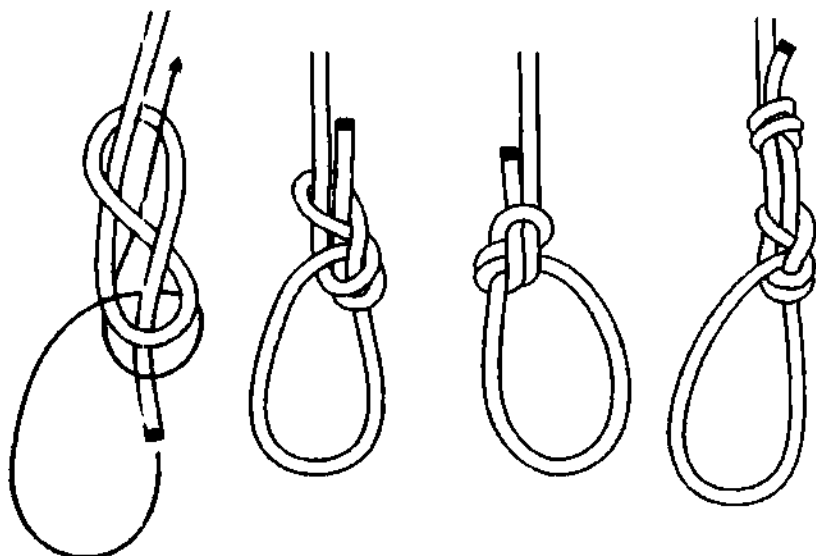

Рис. 245. Булинь восьмёркой.
*Булинь восьмёркой* простой, крепкий и безопасный узел (рис. 245). Петля быстро вяжется, не ползёт, не ослабляет сильно трос и легко развязывается. Петля одинаково надёжна на всех видах верёвок. Плечи выходят из петли под углом  $90^\circ$  и поэтому хорошо держат нагрузку, даже если угол плеч петли составляет больше  $120^\circ$ . В этом случае *булинь восьмёркой* ещё сильнее затягивается и становится более крепким. Второй способ вязки петли изображён на рисунке 312.